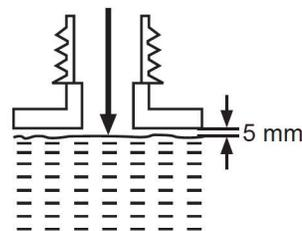

Fig. 14
- > Desatornille y quite la tapa del depósito de combustible (29).
- > Llene correctamente el depósito con la mezcla de combustible/aceite, utilizando un embudo de combustible equipado con un filtro para evitar que los residuos entren en el depósito. No sobrellene. Deje un espacio mínimo de 5 mm entre la parte superior del combustible y el borde interior del depósito para permitir la expansión (Fig. 14).